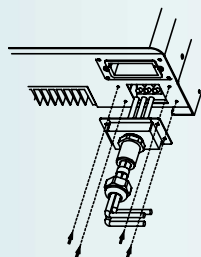

Fig. 11
- Branchez les câbles comme suit (Fig. 11) :